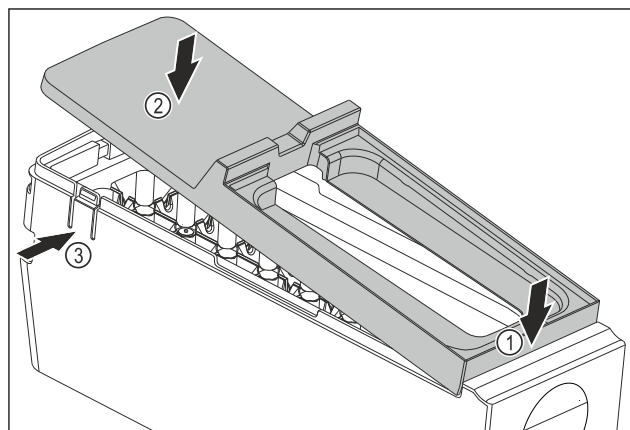

Fig. 114
- Montaż osłony korpusu EasyTwist-Ice: Osłonę założyć od przodu. Fig. 114 (1)
- Opuścić osłonę z tyłu. Fig. 114 (2)
- Osłona zatrzaskuje się słyszalnie w obu nakładkach Fig. 114 (3).